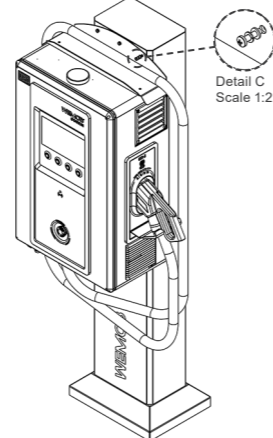

Figura 4.11: Ponto de aterramento da flange do totem WEMOB
5. Fixe a parte superior da estrutura através dos três (03) pontos nela existentes, utilizando três (03) parafusos sextavados M6.
6. Realize o torque de aperto final de 10 Nm, em todos os pontos de fixação, de modo a garantir uma fixação segura para a estação de recarga e para o operador, conforme a Figura 4.11.